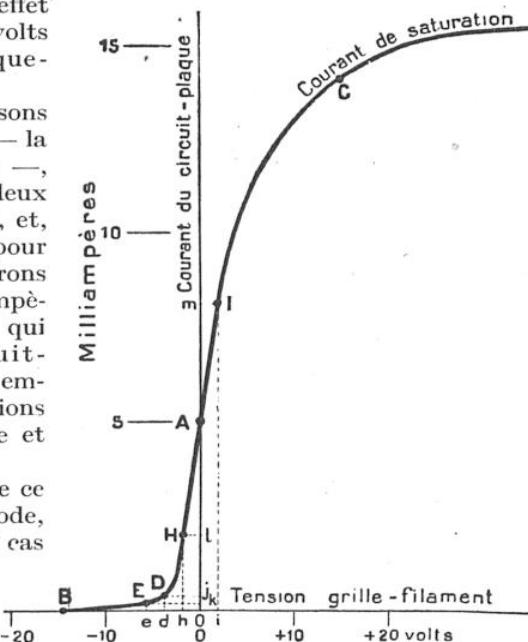
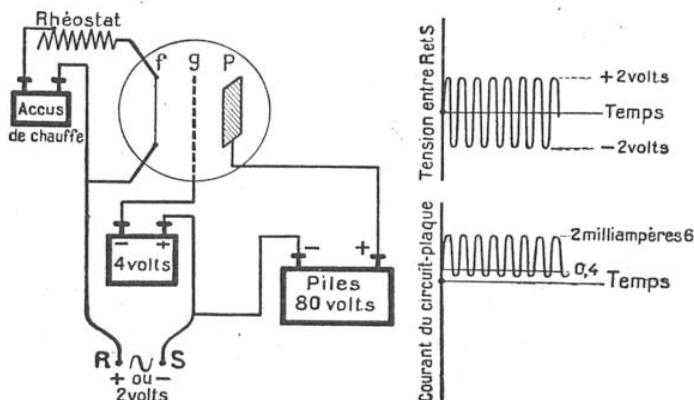
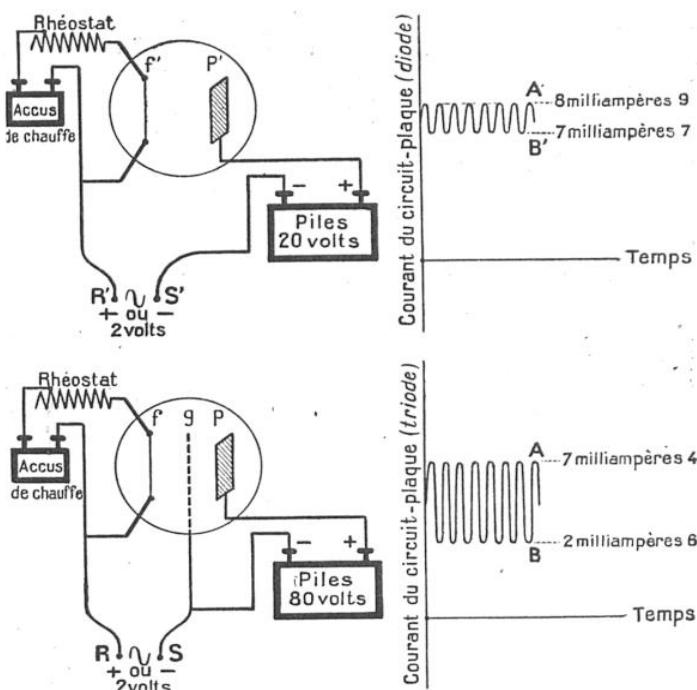
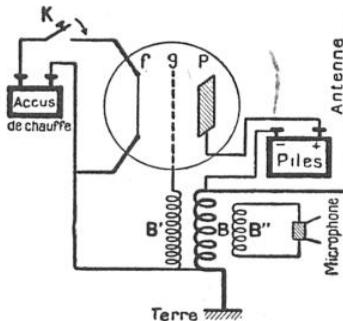

FIG. 15. — LA CARACTÉRISTIQUE (DE PLAQUE) DE LA TRIODE
FIG. 16. — LA LAMPE DÉTECTRICE
FIG. 17. — LA LAMPE AMPLIFICATRICE
FIG. 18
*A.* La grille *g* (fig. 12, bas) est directement reliée au filament *f* et on applique entre la plaque *p* et le filament la tension habituelle de 80 volts. La figure 12 (haut), de tous points analogues à la figure 10, montre que la plaque *P* souffre d'un manque d'électrons ; quant à la grille *G*, elle est neutre (ni défaut ni excès d'électrons). Les électrons, émis par le filament incandescent *F*, vont se précipiter sur la plaque *P*, sans se préoccuper de la grille (puisque celle-ci n'agit pas sur eux) : tout se passe ici *comme si la grille n'existaient pas*, et les phénomènes seront les mêmes que sur la figure 10. Si nous prenons deux axes rectangles (fig. 15), en portant horizontalement les tensions grille-filament et verticalement les courants dans le circuit-plaque (c'est-à-dire les électrons que compte le milliampermètre, fig. 12, bas), la tension grille-filament est nulle et le courant du
circuit-plaque est, par exemple, 5 millampères : le point représentatif est *A* (fig. 15).
d'électrons : les électrons émis par *F* vont chercher à « boucher les trous », non seulement de la plaque *P*, mais encore de la grille *G* ; celle-ci favorise donc l'effet de la plaque (1). La plaque sera atteinte *par une foule d'électrons* et le courant qui traverse le milliampermètre (fig. 14, bas) sera donc intense, par exemple de 14 millampères ; et nous obtenons (fig. 15) le point *C* (2).
(1) A la condition naturellement que les « trous » de *G* ne soient pas trop nombreux (que la tension grille-filament ne soit pas trop grande), ce que nous supposons explicitement ; sinon, la plupart des électrons sortis de *F* seraient happés au passage par *G*, qui, alors, contrecarrerait *F*.
(2) Il y a, à nouveau, un « courant de saturation » (fig. 15), qui est obtenu lorsque tous les électrons (que le filament est capable d'émettre) parviennent à la plaque.
Référons-nous à la caractéristique de plaque (fig. 15), où le point *D* est défini par une tension grille-filament *O d* = - 4 volts
et par un courant du circuit-plaque *O j* = 0 millampère 4; cette tension sera réalisée par un bloc de piles de 4 volts, dont le pôle négatif est à la grille *g* (fig. 16, gauche). A cette tension de 4 volts, nous superposons une tension alternative de 2 volts (entre *R* et *S*), dont les variations, en fonction du temps, sont représentées en haut et à droite de la figure 16. Dans ces conditions, la tension entre *g* et *f* oscillera entre *O e* = - 6 volts et *O h* = - 2 volts, ce qui correspond aux points *E* et *H* de la caractéristique (fig. 15). Etant donné la très forte courbure (en *D*) de cette caractéristique, le courant correspondant à *E* (- 6 volts) sera *O k* = 0 millampère 2 et le courant corres-
pondant à  $H$  (— 2 volts) sera  $O l = 2$  milliampères 6 : le courant du circuit-plaque restera variable (fig. 16, en bas et à droite), mais il circulera toujours dans le même sens ; si on le « module », c'est-à-dire si on applique, entre  $R$  et  $S$ , une tension d'amplitude variable, il pourra agir sur un émetteur téléphonique, qu'on introduira dans le circuit-plaque.
D'une part, entre  $R'$  et  $S'$  (fig. 17, en haut et à gauche), c'est-à-dire entre la plaque et le filament d'une diode ;
D'autre part, entre  $R$  et  $S$  (fig. 17, en bas et à gauche), c'est-à-dire entre la grille et le filament d'une triode.
Dans le premier cas, nous nous reporterons à la figure 8, qui nous montre que la tension à choisir sera, par exemple, 20 volts, ce que nous obtenons avec le bloc de piles (fig. 17, en haut et à gauche). La tension totale entre la plaque et le filament oscillera ainsi entre 18 et 22 volts, ce qui, d'après la figure 8, fournit un courant variant entre 7 milliampères 7 et 8 milliampères 9, soit 1 milliampère 2 d'écart (fig. 17, en haut et à droite).
Dans le second cas, nous jetterons un coup d'œil sur la figure 15 : la tension alternative est appliquée directement entre la grille et le filament (sans piles). Lorsqu'elle est — 2 volts (longueur  $O h$ ), le courant du circuit-plaque est  $O l$ , soit 2 milliampères 6, quand elle est + 2 volts (longueur  $O i$ ), le courant du circuit-plaque est  $O n$ , soit 7 milliampères 4, ce qui représente un écart de 4 milliampères 8 (fig. 17, en bas et à droite).
Pour expliquer le fonctionnement d'une lampe génératrice, autant prendre comme exemple un poste d'émission radiophonique (fig. 18), réduit à ses organes essentiels. Comme pour l'amplification, nous opérons au voisinage du point  $A$  du graphique 15 : la tension grille-filament reste nulle en moyenne (il n'y a pas de pile entre la bobine  $B'$  et le filament  $f$ ). L'ensemble terre - bobine  $B$  - antenne constitue un « circuit oscillant », c'est-à-dire un circuit dans lequel les électrons ne peuvent osciller qu'avec une fré-
Quand on ferme le commutateur  $K$ , le filament  $f$  est porté à l'incandescence : il émet alors des électrons qui atteignent la plaque  $p$ , ce qui a pour effet de faire osciller les électrons du « circuit oscillant » (terre - bobine  $B$  - antenne). D'elles-mêmes, ces oscillations s'annulent vite ; mais elles provoquent dans la bobine  $B'$  des oscillations, qui produisent une tension alternative entre la grille  $g$  et le filament  $f$ . En jetant un coup d'œil sur la figure 15, on voit que cette tension  $O i O k O \dots$  provoque un courant  $A m A 1 A \dots$ , c'est-à-dire des oscillations entretenues. Le microphone et la bobine  $B''$  ne sont là que pour moduler ces oscillations.
Mais les oscillations dans *B* engendrent des oscillations dans *B'*, de telle sorte que la tension grille-filament devient immédiatement alternative : elle est représentée par la suite des points *O i O k O...*, avec 200.000 allers et retours par seconde (fig. 15) ; il s'ensuit que le courant du circuit plaque sera pareillement *A m A l A...*, avec 200.000 allers et retours par seconde : les oscillations électroniques dans la bobine *B* seront ainsi entretenues, et il suffira de les moduler, grâce au microphone et à l'action de *B'* sur *B* (fig. 18), c'est-à-dire de faire varier l'amplitude de ces oscillations, pour que l'antenne émette un rayonnement hertzien, qui, reçu par une antenne réceptrice, donnera des oscillations électroniques dans le poste de l'amateur ; ces oscillations, amplifiées au besoin (fig. 17, bas), puis détectées (fig. 16), agiront sur un écouteur ou sur un haut-parleur, qui reproduiront les sons reçus par le microphone (fig. 18).